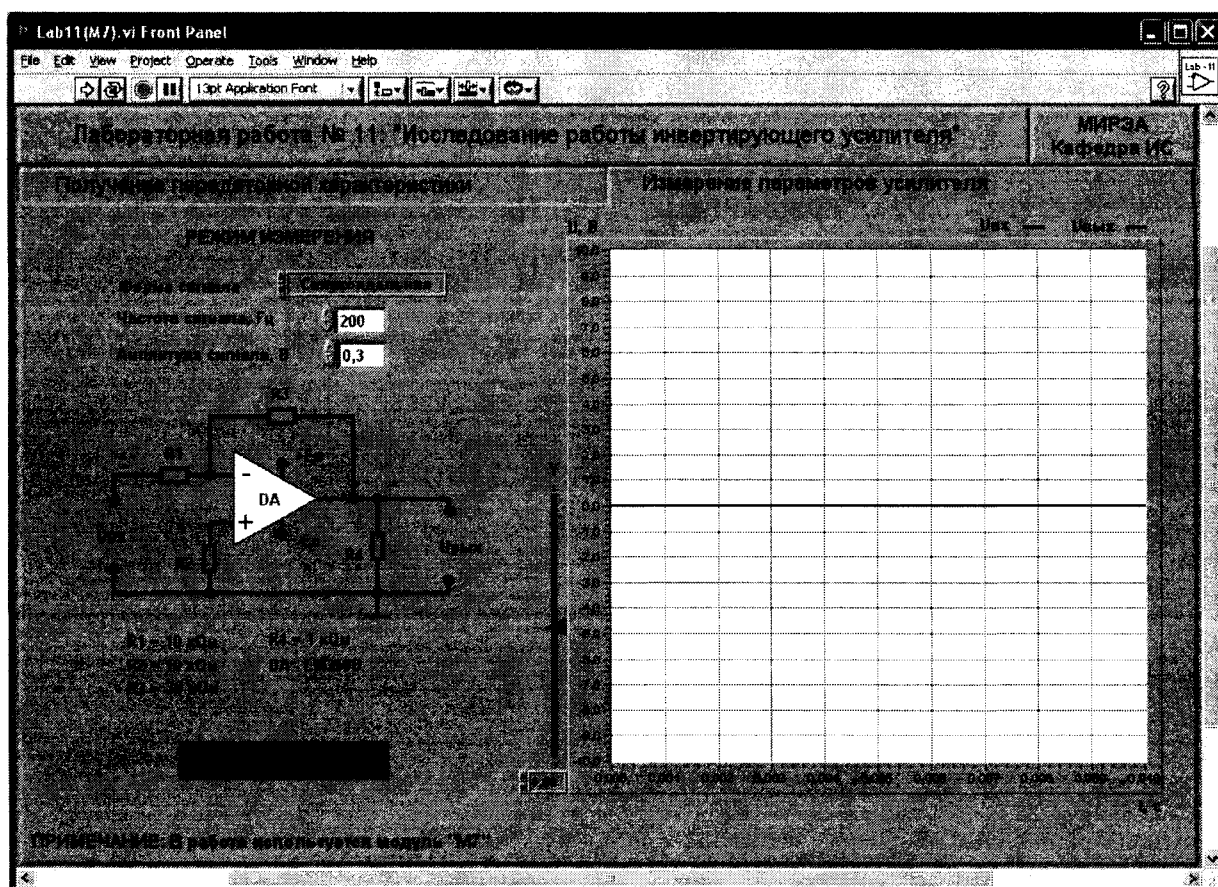

Рис. 11.5. Лицевая панель ВП при выполнении задания 2
4.2.2. На лицевой панели ВП нажмите мышью на закладку с надписью «Измерение параметров усилителя». На экране появится изображение ВП, приведенное на рис.11.5.